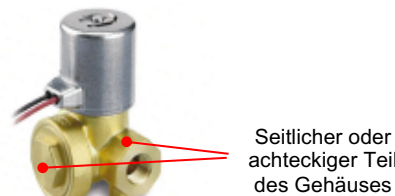

Abbildung 1. Einspannbereich des Ventils
- Spannen Sie beim Anschließen der Leitungen/Verschraubungen das Ventil seitlich in einen Schraubstock ein. Siehe Abbildung 1.